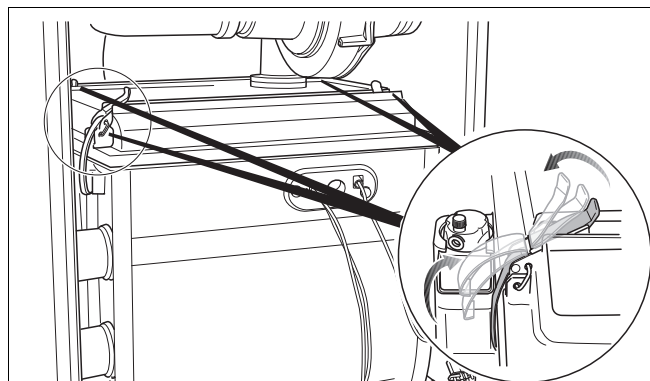

Fig. 114 Snaplukningerne åbnes
- Åbn de 4 snaplukninger på brænderens afdækning (fig. 114). Snaplukningerne kan være under spænding.